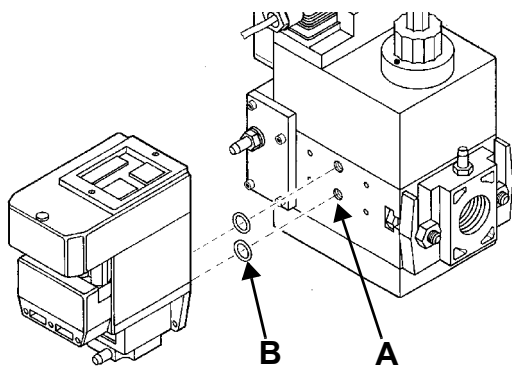
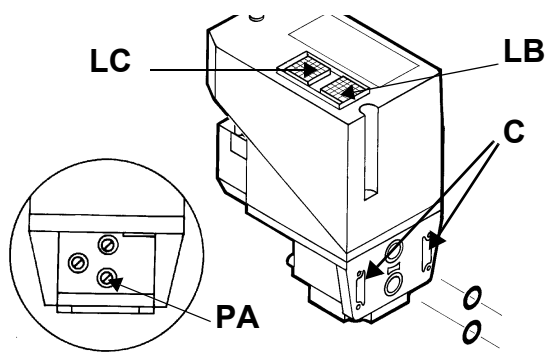

Рис. 18
Рис. 19
- 2). снять крепежные винты группы Multibloc (Рис. 18-А)
- 3). вставить уплотнительные кольца (10,5x2,25) в VPS 504 (Рис. 19-В, Рис. 18-В)
- 4). закрутить 4 винта блока контроля герметичности (M4x16) Рис. 18-С.
Для проверки работы, подсоединить манометр к штуцеру для отбора давления **PA** (Рис. 19). Если проверка завершилась положительно, через несколько секунд загорится жёлтая лампочка **LC**. В противном случае загорится красная лампочка блокировки **LB**. Чтобы перезапустить горелку, необходимо разблокировать блок управления нажатием на светящуюся кнопку **LB**.